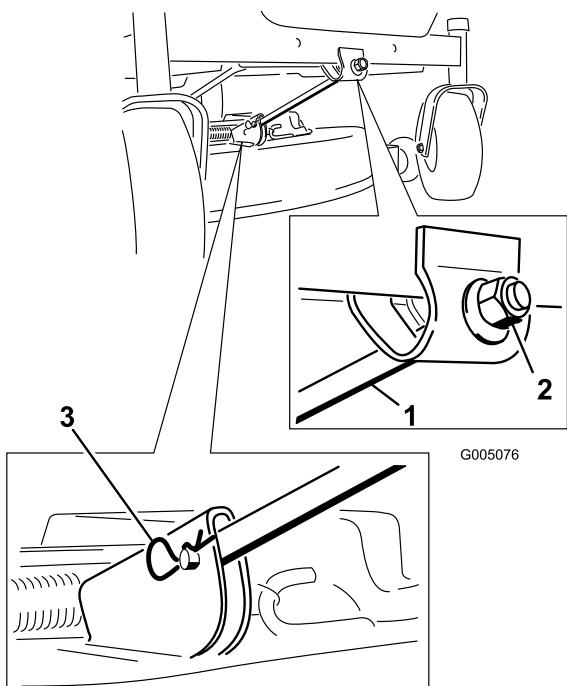

Figura 45
- Togliete la coppiglia a forcina e il perno con testa dall'asta di sostegno anteriore (Figura 45). Abbassate con cautela la parte anteriore del piatto di taglio fino al suolo.
6. Montate l'asta di sostegno anteriore sul piatto di taglio con il perno con testa e la coppiglia a forcina (Figura 45).